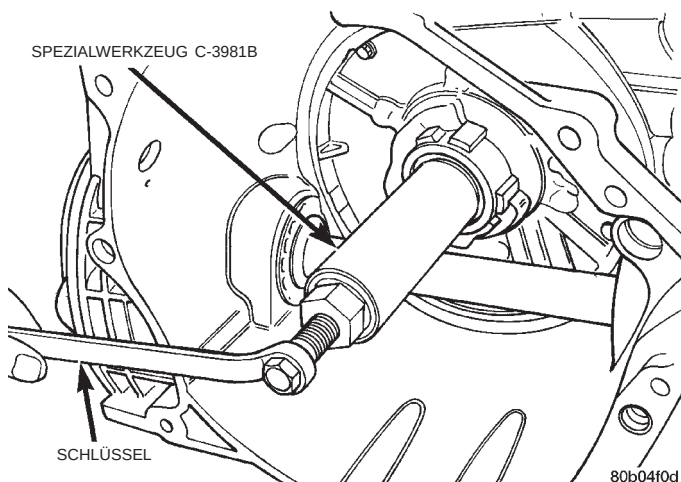

Abb. 45 Wellendichtring ausbauen
- (1) Getriebe aus dem Fahrzeug ausbauen.
- (2) Drehmomentwandler aus der Getriebeglocke ausbauen.
- (3) Wellendichtring der Ölpumpe mit Spezialwerkzeug C-3981B ausbauen (Abb. 45).